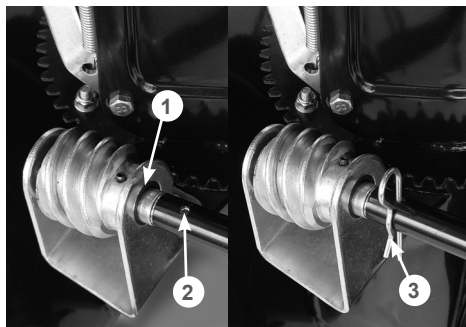

Рис. 24 Крепление рычага управления поворотом жёлоба
- установите рычаг на червячный вал механизма поворота жёлоба, совместите отверстия в вале и рычаге и зафиксируйте рычаг шплинтом (Рис. 24).